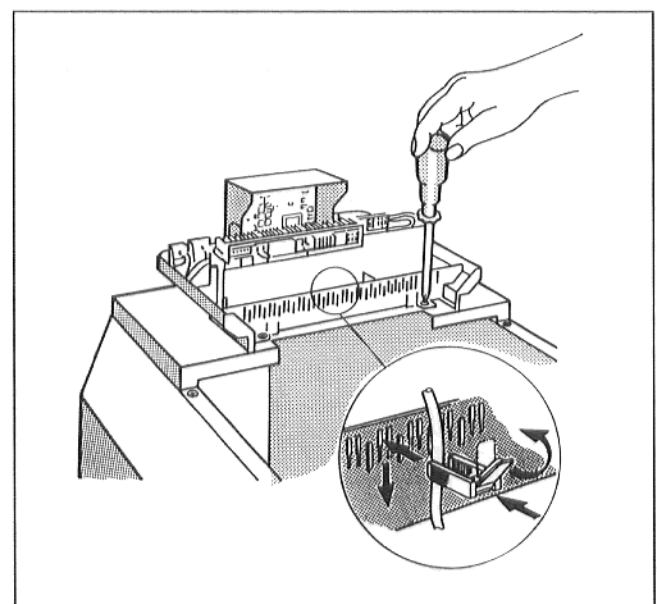

Abb. 16 – Prinzipabbildung
- Regelgerät mit zwei Schrauben auf der vorderen Kesselhaube festschrauben (Abb. 16).
- Alle leitungen mit Kabelschellen sichern: Kabelschelle mit eingelegter Leitung von oben in die Schlitz des Schellenrahmens einsetzen; der Steg des Hebels muß dabei nach oben zeigen. Kabelschelle herunterschieben und gegendrücken. Hebel nach oben umlegen (Abb. 16).